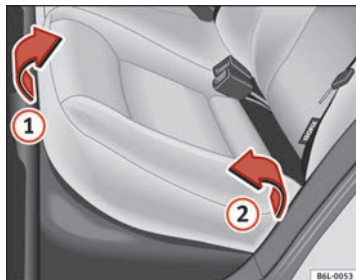
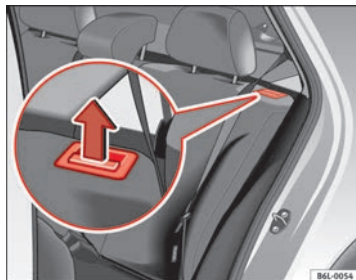

Fig. 77 Sollevamento dell'elemento orizzontale del sedile posteriore
Fig. 78 Tasto di sbloccaggio dello schienale del sedile posteriore
- Tirare il bordo anteriore dell'elemento orizzontale del sedile ⇒ fig. 77 ① verso l'alto in direzione della freccia.
- Sollevare l'elemento orizzontale ② in avanti in direzione della freccia.
- Tirare il tasto di sbloccaggio ⇒ fig. 78 nella direzione indicata dalla freccia e ribaltare lo schienale in avanti.